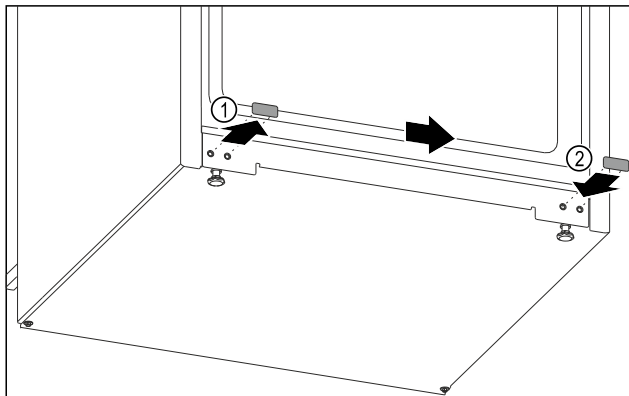

Fig. 10
- ▶ Извлеките заглушку. Fig. 10 (1)
- ▶ Установите заглушку на противоположной стороне. Fig. 10 (2)